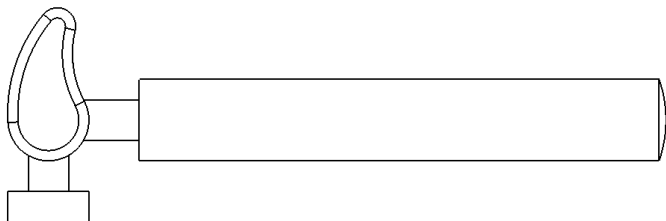

图 11-20 打开工程图文件
(1) 单击常用工具栏中的【打开】按钮，打开一幅工程图文件，如图 11-20 所示。